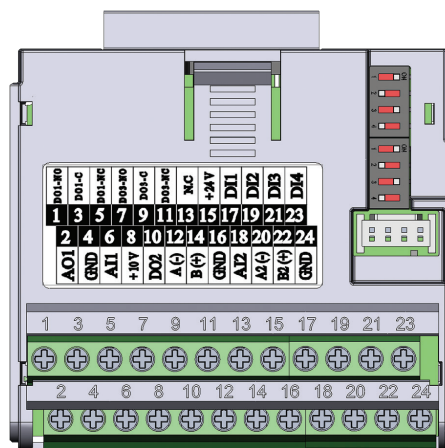

Figura 18.4: Modulo plug-in CFW500-CRS485
Il modulo plug-in CFW500-CRS485 ha l'interfaccia Seriale (1) tramite porta RS-485 sui terminali 12 (A-) e 14 (B+), e l'interfaccia seriale (2) tramite un'altra porta Rs-485 sui terminali 20 (A2+) e 22 (B2+), v. Figura 18.4.